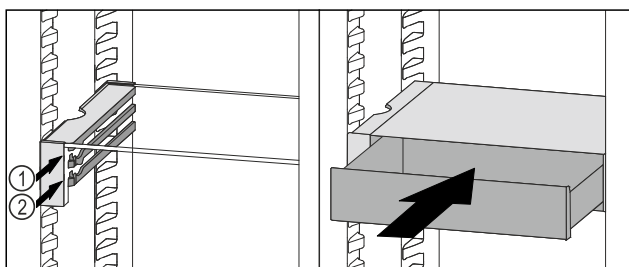

Fig. 113
- Nasadte zásuvku VarioSafe za zarážky na požadovaném žebro Fig. 113 (1) nebo Fig. 113 (2).